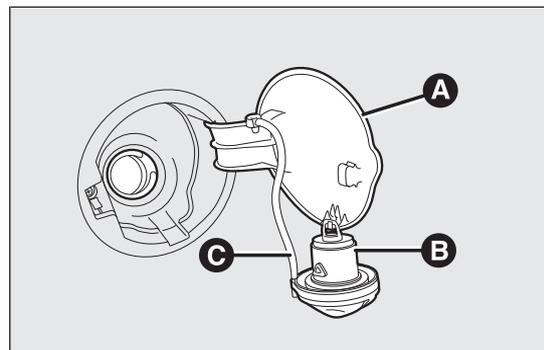

fig. 95
1) Ouvrir la trappe A fig. 95 en la tirant vers l'extérieur ; sans bouger le bouchon B fig. 95, introduire la clé de contact dans la serrure et la tourner dans le sens inverse des aiguilles d'une montre.
Le bouchon est doté d'un dispositif de sécurité C fig. 95 qui l'arrime à la trappe pour éviter de l'égarer. Pendant le ravitaillement, accrocher le bouchon à la trappe, comme sur l'illustration.